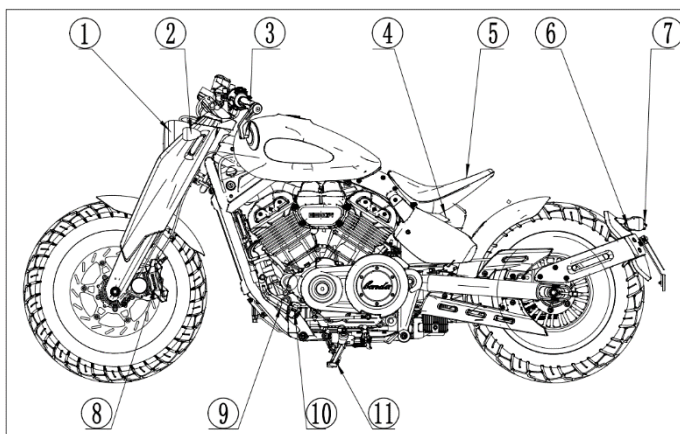
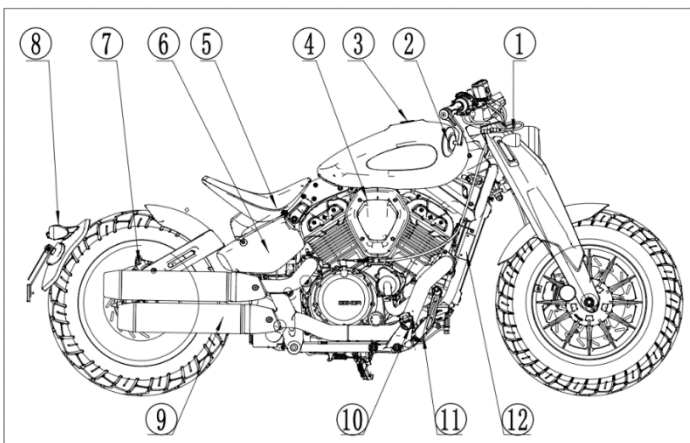
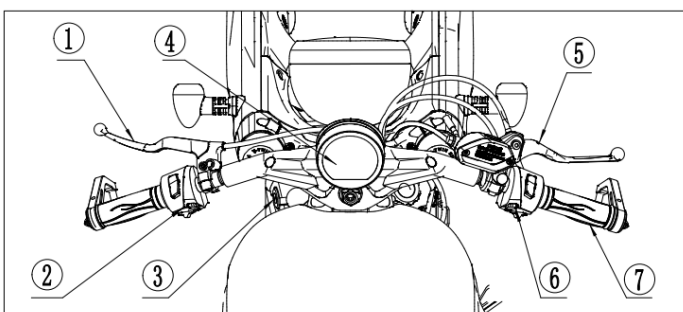
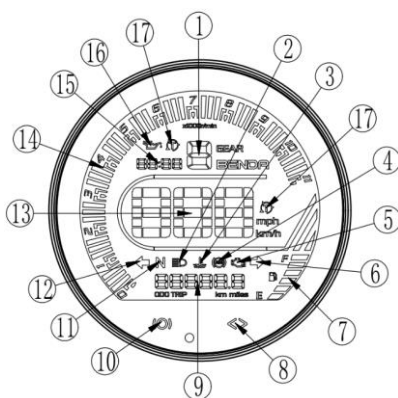

Рис. 1
Рис. 2
Рис. 3
Рис. 4
1. (Рис. 1)
- ① Фара
- ② Передний сигнал левого поворота
- ③ Переднее левое зеркало заднего вида
- ④ Аккумулятор (отсек аккумулятора расположен за защитной панелью)
- ⑤ Сиденье
- ⑥ Задний сигнал левого поворота
- ⑦ Фонарь подсветки заднего номерного знака
- ⑧ Суппорт тормоза переднего колеса
- ⑨ Рычаг переключения передач
- ⑩ Передняя левая педаль
- ⑪ Боковая опора
2. (Рис. 2)
- ① Передний сигнал правого поворота
- ② Зеркало заднего вида, правое
- ③ Крышка топливного бака
- ④ Воздушный фильтр
- ⑤ VIN номер рамы
- ⑥ Задний амортизатор (под защитной пластиной)
- ⑦ Суппорт тормоза заднего колеса
- ⑧ Задний сигнал правого поворота
- ⑩ Глушитель
- ⑩ Правая педаль
- ⑪ Педаль тормоза
- ⑫ Заводская табличка
3. Передняя часть мотоцикла (Рис. 3)
- ① Рычаг сцепления
- ② Левый блок рулевых переключателей
- ③ Замок зажигания
- ④ Приборная панель